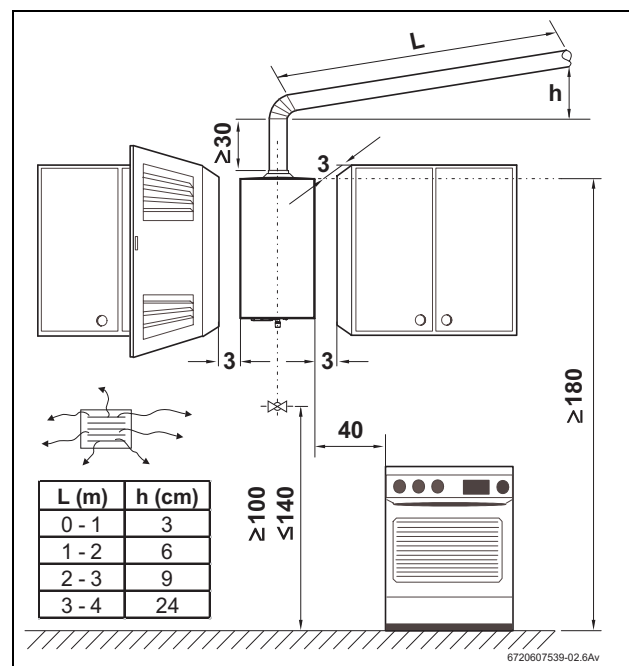

Fig. 4 Distanze minime
dei gas combusti. Misure d'installazione, vedi Fig. 4.
- Rispettare le distanze minime d'installazione (vedere Fig. 4).